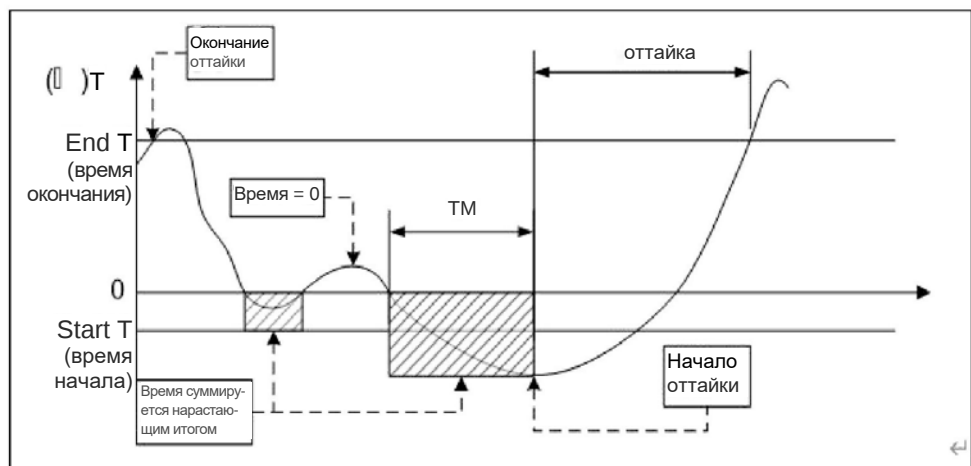

Рис. 1-9
- Если значение параметра установлено на «Accu.time», накопленное время работы с намораживанием инея рассчитывается, как показано на рис. 1-9.